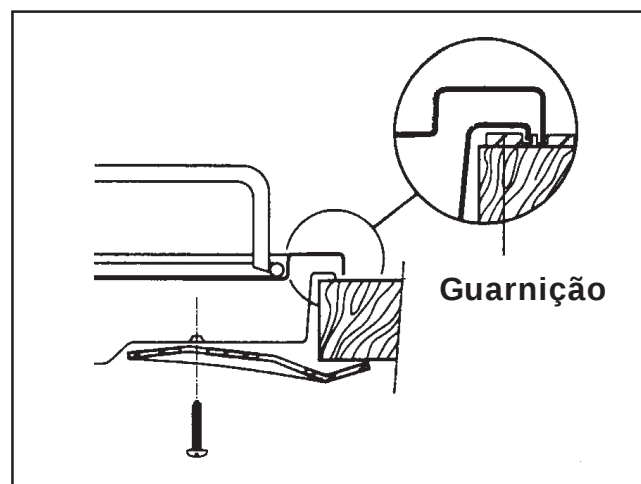

Fig. 11
3. Fixar a placa no móvel com os encaixed próprios (Fig. 11)